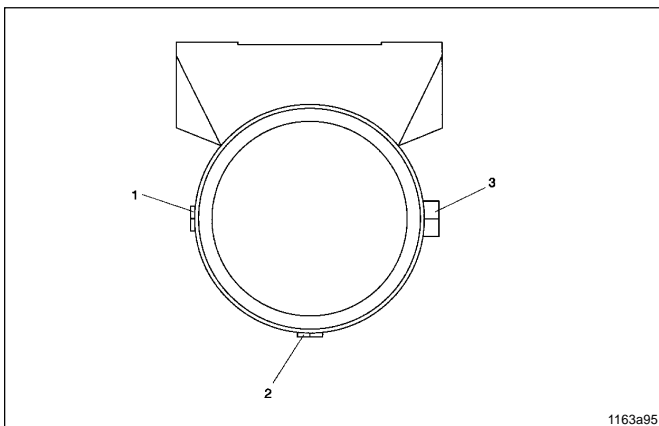

Fig. 9 - Plassering av pumpeelement
- hvis det skal benyttes flere pumpeelementer kan disse plasseres iht. fig. 9.